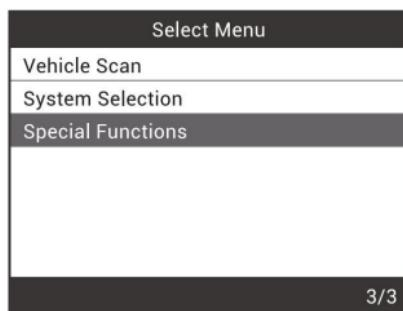

Rysunek 1
(1) Wybierz menu skrótów [ETC Reset] bezpośrednio z głównego interfejsu. (Rysunek 1)